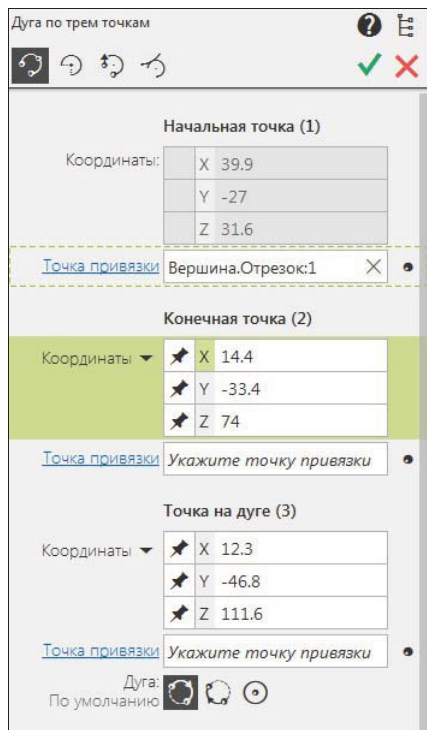

Рис. 22.4. Панель Параметры:
♦ вызовите команду *Дуга по трем точкам*. На панели **Параметры** (рис. 22.4) в **Заголовке** имеются все команды построения. Для построения дуги на панели **Параметры** задайте начальную, конечную и промежуточную точки с помощью групп элементов **Начальная точка (1)**, **Конечная точка (2)** и **Точка на дуге (3)** так же, как вы создавали отрезок по координатам. Обратите внимание на группу *Дуга*, позволяющую выбрать вариант построения дуги: